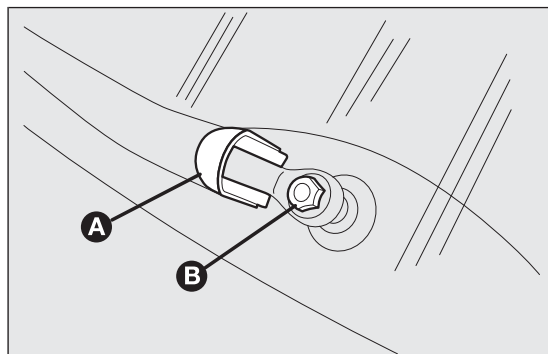

fig. 180
- ☐ levantar el revestimiento A fig. 180 y desmontar el brazo del vehículo, aflojando la tuerca B que lo fija al perno de rotación;